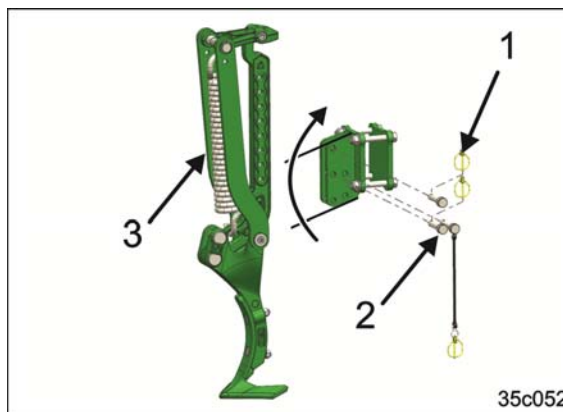

Рис. 126
1. Снимите все пружинные фиксаторы (Рис. 126/1).
3. Снимите все фиксирующие пальцы (Рис. 126/2).